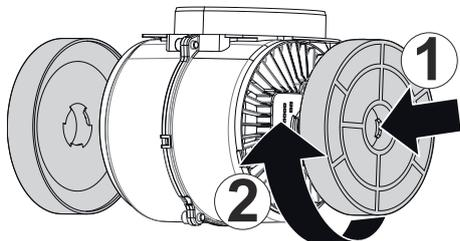

Fig. 6
- 1-Posizionare il filtro a carbone nel suo alloggiamento.Fig. 6
- 2-Ruotando il filtro a carbone in senso orario, assicurarsi che sia completamente incastrato.Fig. 6